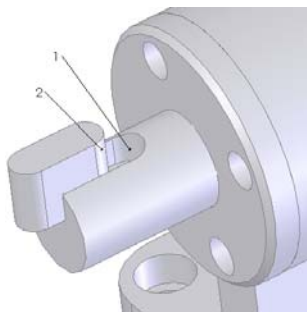

图 7-137 设置方向后的视图
**03** 设置视图方向。单击“视图”工具栏中的“旋转视图”图标，将视图以合适的方向显示，结果如图 7-137 所示。
**04** 添加配合关系。在菜单栏中选择“插入”→“配合”命令，将图 7-137 中的面 1 和面 2 添加为“同轴心”几何关系。